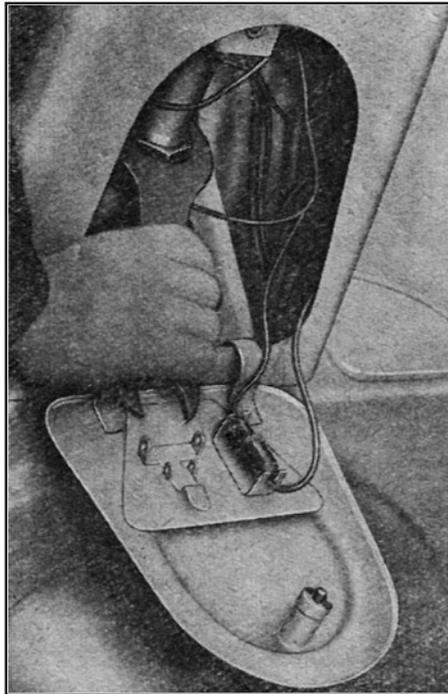

Abb. 43. Demontage der Vordergabel
14. DEMONTAGE DER VORDERGABEL (Abb. 43)
Im Instrumentenkasten werden 2 Muttern (Abb. 43) an der Steuerungssäule abgeschraubt und die Gabel aus dem Karosseriekopf herausgeschoben. Man achte darauf, dass keine Stahlkugeln die herausfallen, verloren gehen. Die Muttern, Staubkappe und die obere Lagerschale werden herausgenommen. Die Montage der Gabel